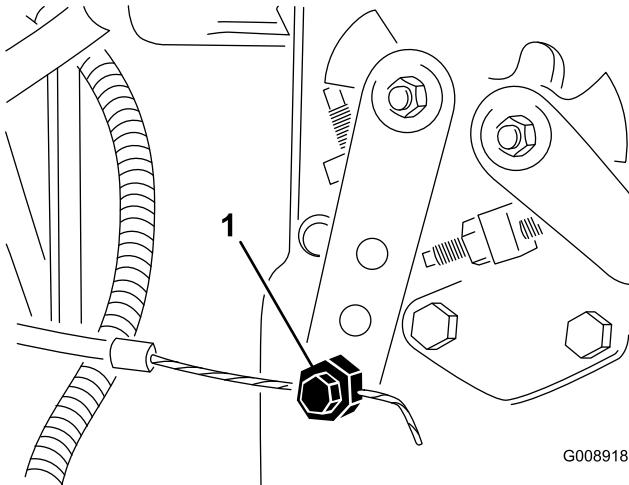

Figura 57
2. Desaperte o dispositivo de ligação do cabo do regulador na alavanca da bomba de injecção (Figura 57).